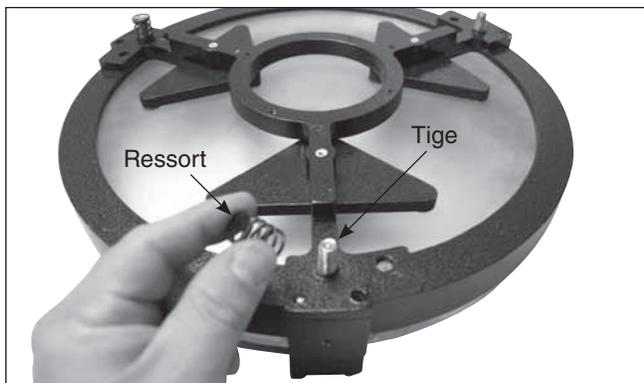
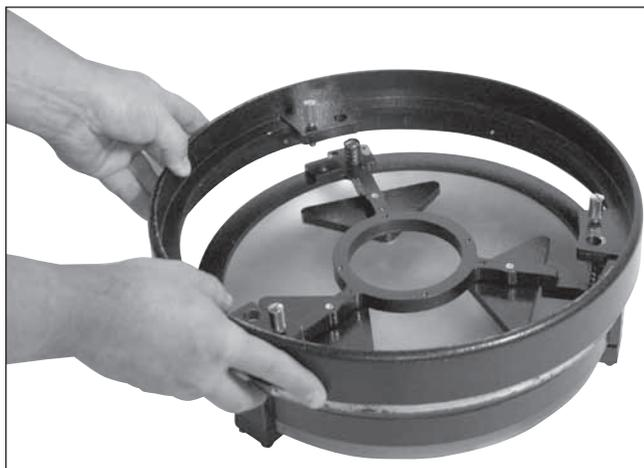

Figure 17. Placez les trois ressorts sur les extrémités des tiges filetées de la cellule de miroir.
Figure 18. Placez la bague d'extrémité arrière sur la cellule du miroir de manière à ce que les tiges filetées la traverse et qu'elle repose sur les ressorts.
2. Ensuite, fixez la bague d'extrémité sur la cellule du miroir principal. Trouvez une surface propre et plate et tournez la cellule de manière à ce que le miroir soit orienté vers le bas. Positionnez les trois ressorts sur les trois tiges filetées apparentes (figure 17). Placez la bague sur la cellule du miroir de manière à ce que les tiges filetées la traverse et qu'elle repose sur les ressorts (figure 18). Ajoutez une rondelle en nylon à chaque bouton de collimation et vissez les boutons de collimation à travers la bague d'extrémité et sur les tiges filetées (figure 19). Assurez-vous que les boutons sont engagés d'au moins trois tours complets sur les tiges. La cellule du miroir est désormais prête à être installée sur la section inférieure du tube.